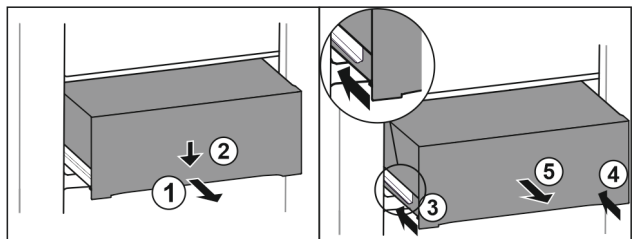

Fig. 100
- ▶ Wyciągnąć szufladę do połowy. Fig. 100 (1)
- ▶ Popchnąć szufladę z przodu w dół. Fig. 100 (2)
- ▶ Wsunąć lewą szynę o ok. 2 cm. Fig. 100 (3)
- ▶ Wsunąć prawą szynę o ok. 2 cm. Fig. 100 (4)
- ▶ Wyjąć szufladę do przodu. Fig. 100 (5)